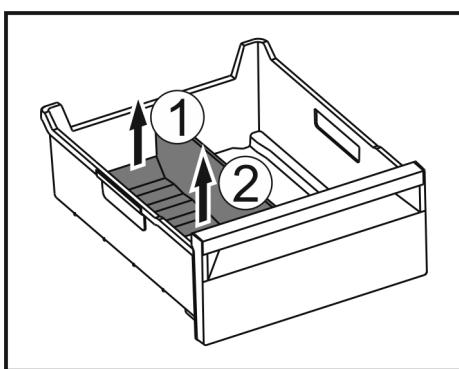

Fig. 102
- Hinteren Teil des Eisfach-Trenners anheben. Fig. 102 (1)
- Eisfach-Trenner nach oben entnehmen. Fig. 102 (2)